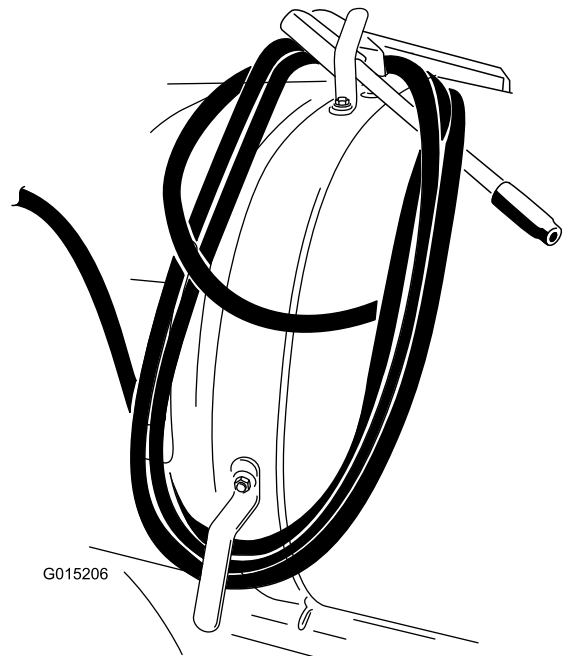

Figure 12
3. Enroulez le flexible sur les crochets de la cuve et fixez le pistolet comme illustré à la Figure 12.